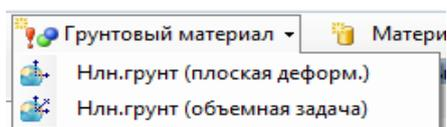

Рисунок 2.315 Список грунтовых материалов
- **Грунтовый материал** (кнопка  в редакторе материалов). Грунтовый материал представлен стандартными типами материалов: **Нелинейный грунт** (плоская деформация) и **Нелинейный грунт** (объемная задача). Переход непосредственно к необходимому типу грунтового материала осуществляется одним щелчком мыши по выбранному элементу списка (рисунок 2.315);